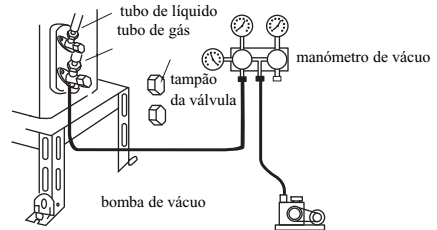

Fig. 5
8. Apertar a cobertura da válvula de baixa pressão (como se mostra na Fig.5)